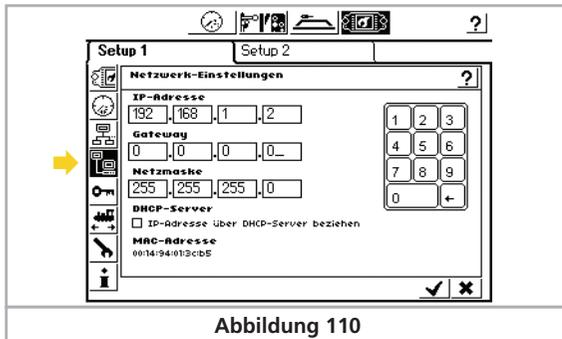

Abbildung 110
- Öffnen Sie das Netzwerksetup, siehe Abb. 110.